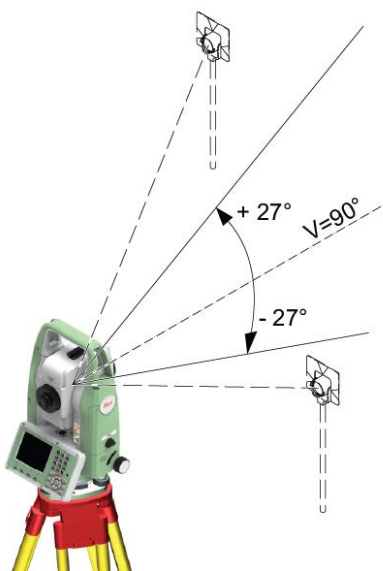

Рисунок 32 – Наведение зрительной трубы электронного тахеометра на круглую призму с вехой
5. Наведите на точку, расположенную на расстоянии примерно 100 м. от инструмента и вертикальный угол, который должен составлять минимум 27° - 30° (рисунок 32).